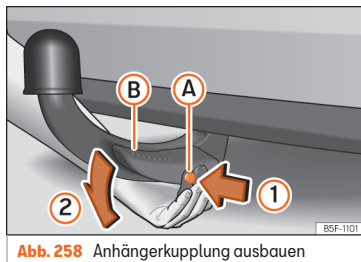

Abb. 258 Anhängerkupplung ausbauen
- Drücken Sie den Entriegelungsbolzen (A) in Pfeilrichtung (1) und gleichzeitig den Hebel (B) in Pfeilrichtung (2) bis zum Anschlag » Abb. 258.